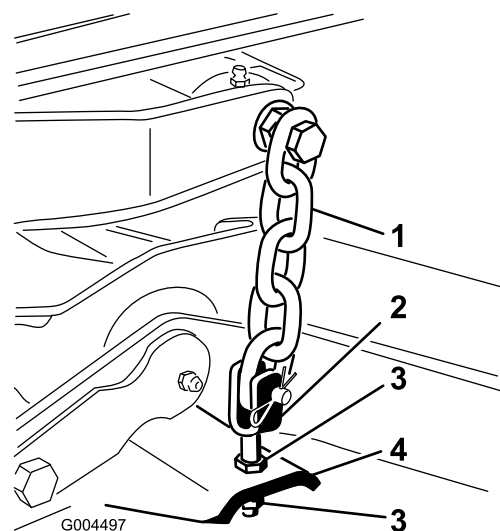

Figura 75
7. Regolate i controdadi che fissano le forcelle/catene posteriori del piatto in modo da sollevare la parte posteriore del piatto, finché il passo della lama non è di 8 mm (Figura 75).